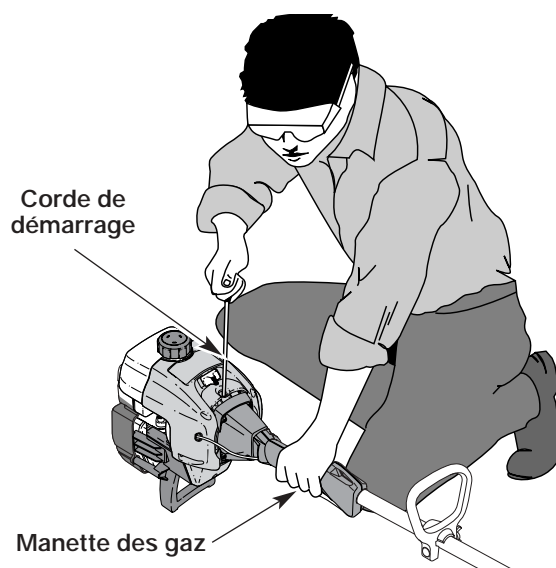

Fig. 8
AVERTISSEMENT : évitez tout démarrage accidentel. Tenez-vous en position de démarrage lorsque vous tirez sur la corde de démarrage (Fig. 8). L'opérateur et l'appareil doivent tous deux être en position stable pour éviter des blessures graves.
5. L'appareil étant prêt à démarrer (Fig. 8), appuyez sur la manette des gaz à pleins gaz et tirez brusquement sur la corde de démarrage 5 fois en position d'étranglement **MAXIMUM (A)**. Si le moteur essaie de démarrer avant le cinquième tir, passez à l'étape 6.
7. Tirez brusquement sur la corde de démarrage 1 à 3 fois pour démarrer le moteur (Fig. 8).
1. Relâchez la manette des gaz (Fig. 8). Laissez le moteur se refroidir au ralenti.